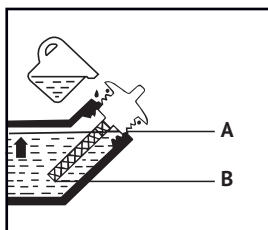

Рис. 5
- Проверить уровень по метке **A** на щупе (рис.5).